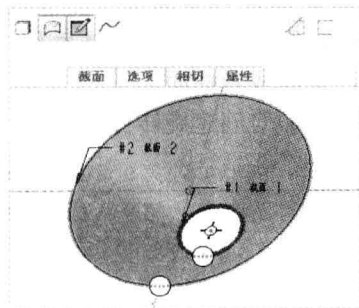

图 9-102 “混合”选项卡
Step 05 单击“关闭”面板中的“确定”按钮✓，完成截面绘制并退出草绘环境，返回“混合”选项卡，如图 9-102 所示。